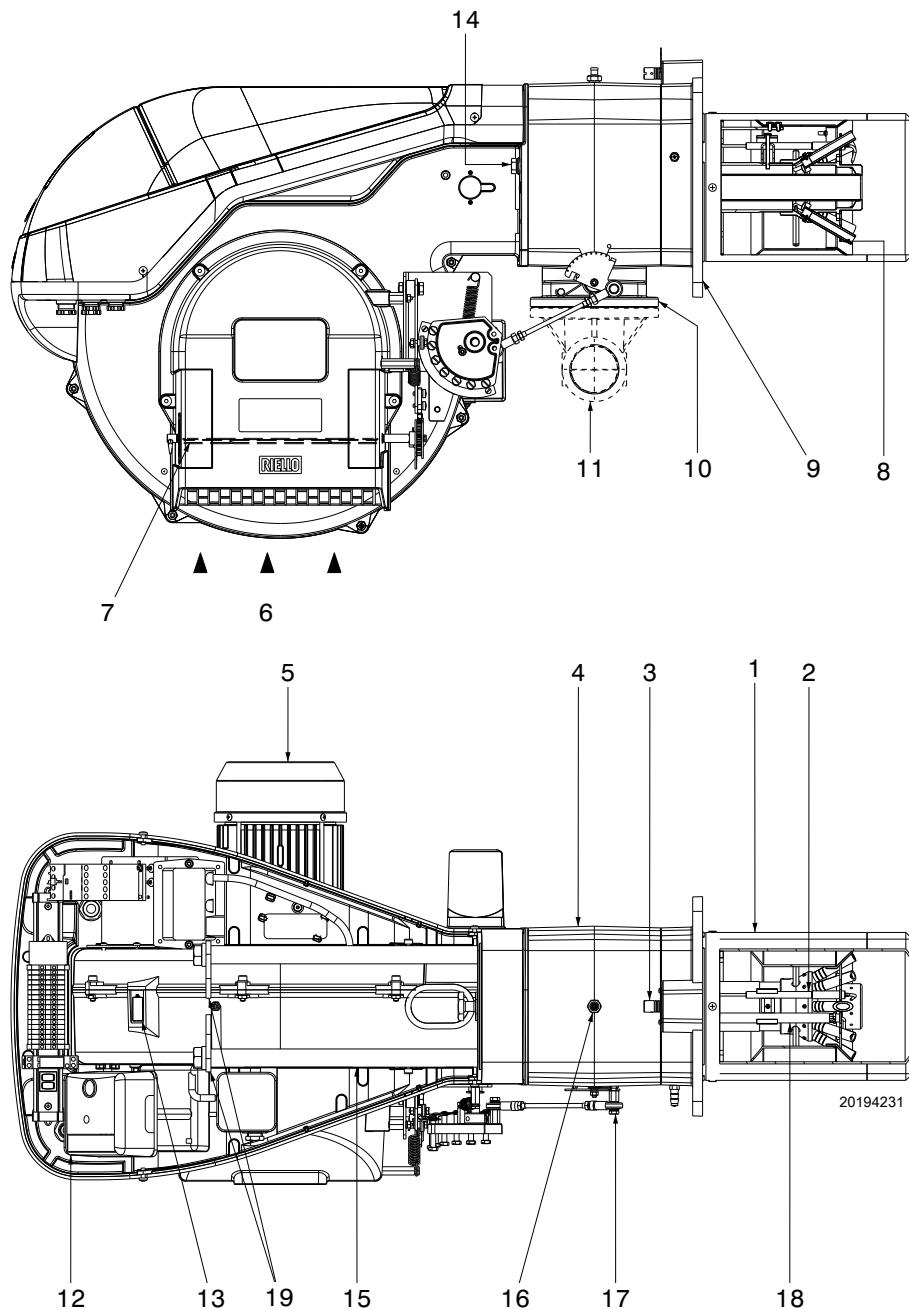

图 5
(1) 参考条件 : 环境温度 20°C - 燃气温度 15°C - 大气压力 1013 mbar - 海拔 0 m a.s.l.
(2) 测试点 16) (图 5) 处的燃气压力 , 此时炉膛压力为 0 并且燃烧器处于最大出力运行状态。
(3) 噪音测试在制造商燃烧实验室进行 , 燃烧器在测试锅炉上以最大出力运行。声功率以 “自由场” 法测得 , 符合 EN 15036 标准要求以及 EN ISO 3746 标准要求的 “准确 : 类别 3” 的测量精确度。
如果控制盒按钮（红色 LED 灯）12（图 5）指示灯亮起，则表示燃烧器锁定。